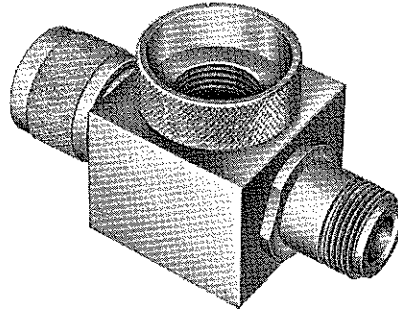

Fig. 3, Connecteur T, PM 9250
4. Connecteur T, PM 9250, Fig. 3